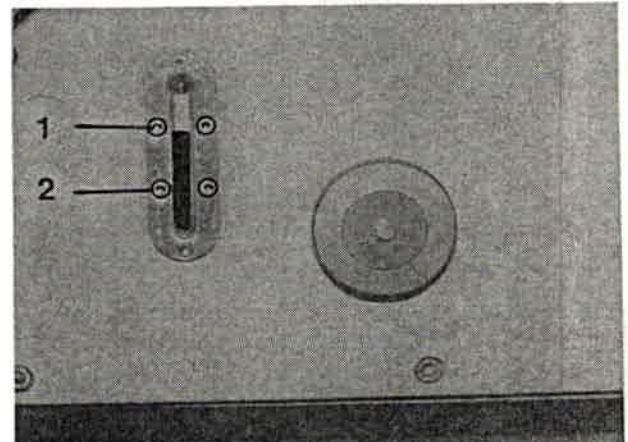
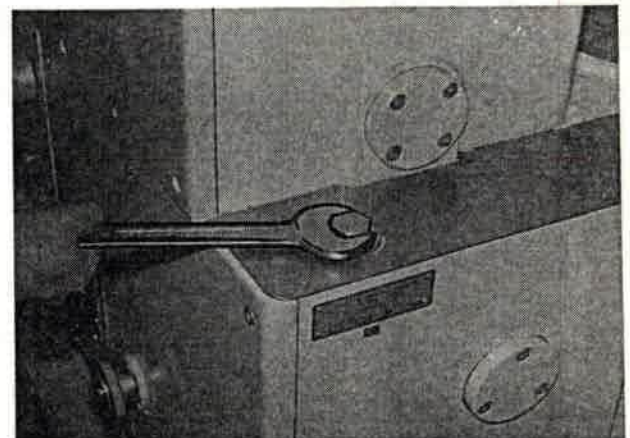

Bild 96
Bild 97
1. Ölstand am Schauglas prüfen; er muß sich zwischen den Befestigungsschrauben (Bild 96/1 + 2) befinden.
2. Zum Berichten des Ölstands Einfüllschraube herausschrauben (Bild 97) und Öl bis zur Befestigungsschraube (Bild 96/1) auffüllen (Schmierstoff siehe Abschnitt 1.2).